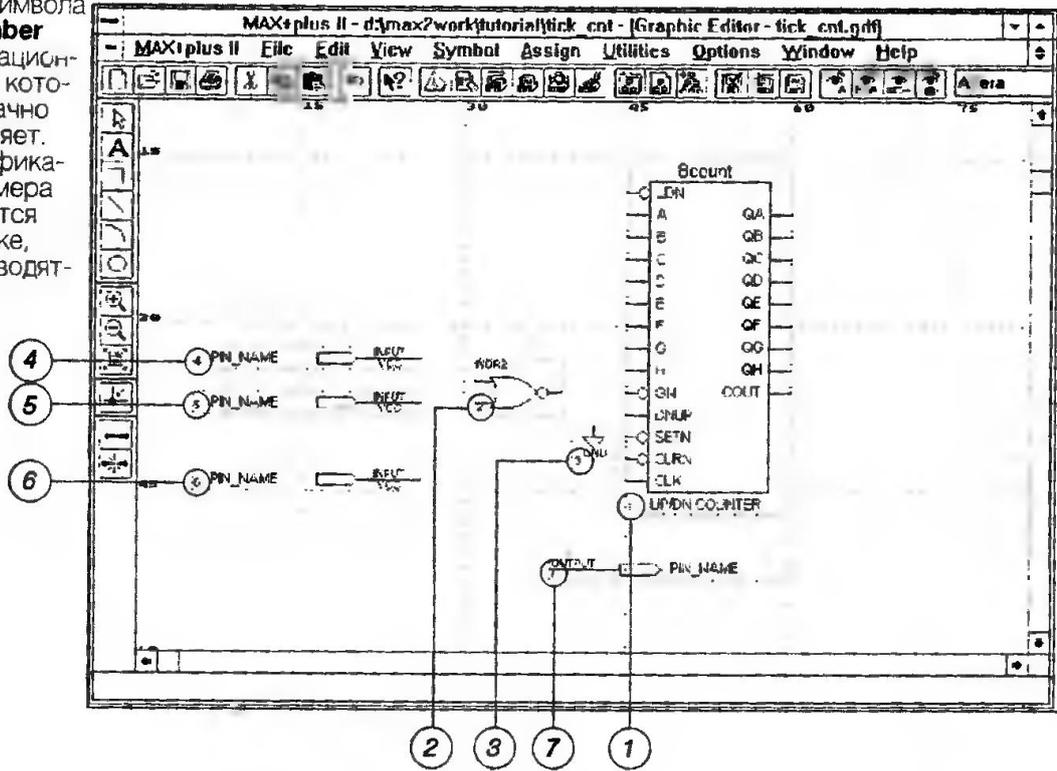

Рис. 2.12
4. Повторите шаг 1 для ввода символа OUTPUT под символом `8count` (рис. 2.12).